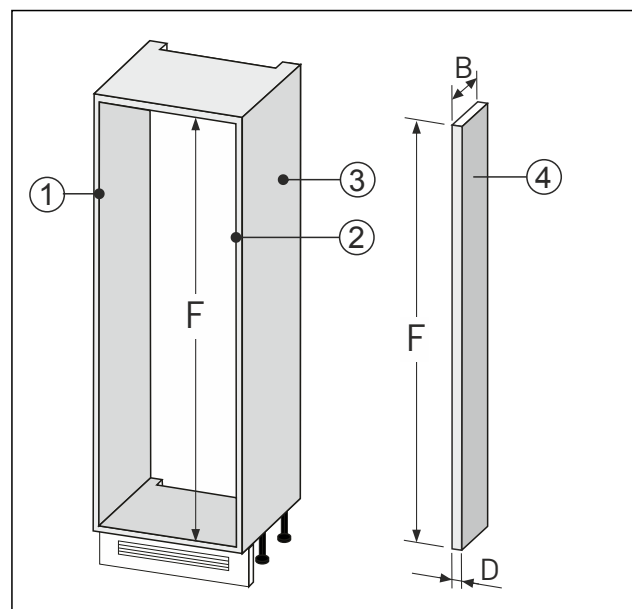

Fig. 87
- Izravnavo stene Fig. 87 (4) izvedite skladno z zgornjimi merami.